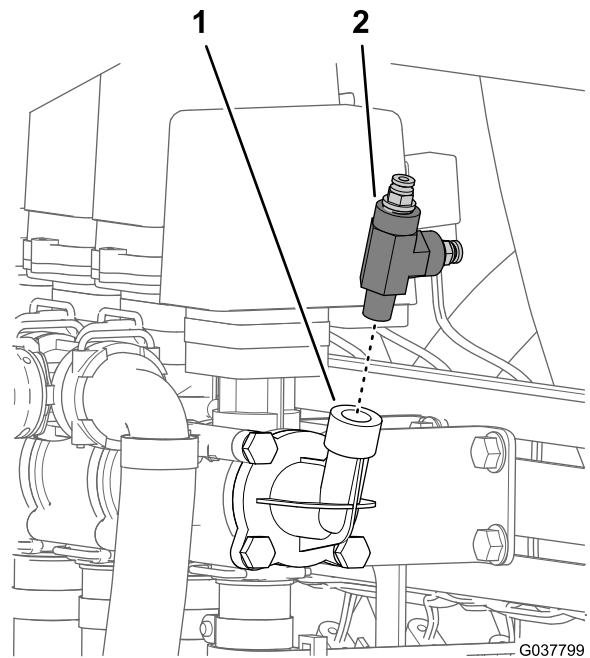

Bild 13
4. Nehmen Sie das T-Anschlussstück vom Druckanschluss-Anschlussstück ab (Bild 13).